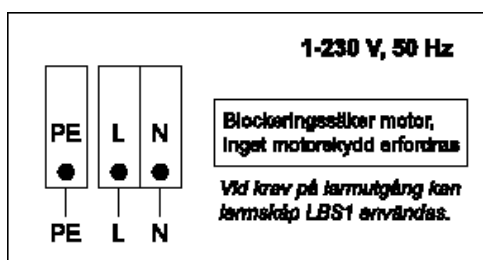
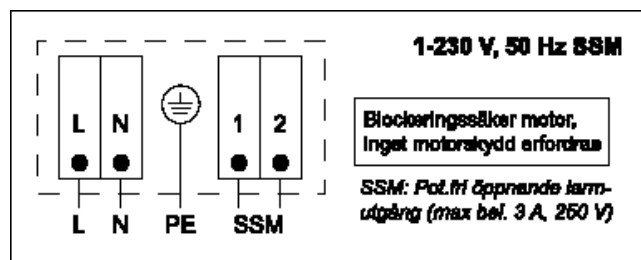

Fig. 9
Fig. 10
- Nätanslutning enligt kopplingsschema (Fig. 9 och Fig. 10).